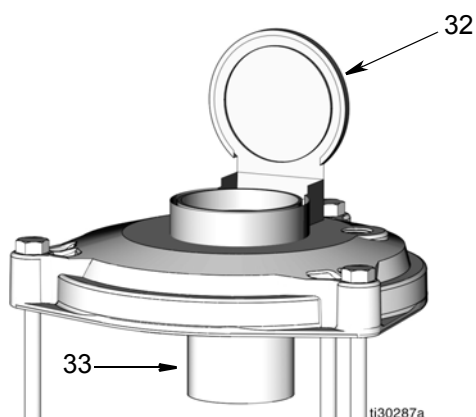

FIG. 6
1. Ouvrir le capuchon de remplissage d'huile (32) situé au sommet du réservoir.
REMARQUE : Un filtre (33) est monté au niveau du capuchon de remplissage d'huile (32) pour empêcher la contamination du lubrifiant par des corps étrangers (FIG. 6).
- a. Contrôler le filtre (33) avant de remplir le réservoir.
- b. Si nécessaire, déposer le filtre (33) et bien le nettoyer.
- c. S'il a été enlevé à l'étape b, monter le filtre (33) avant d'ajouter du lubrifiant.